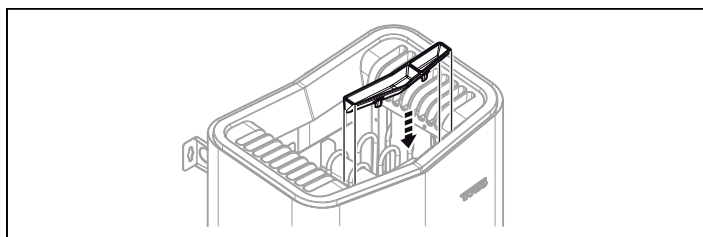

Fig 11: Montering av doftbehållare/luffuktare
10. Montera örtskål/luffuktare (se Fig 11).